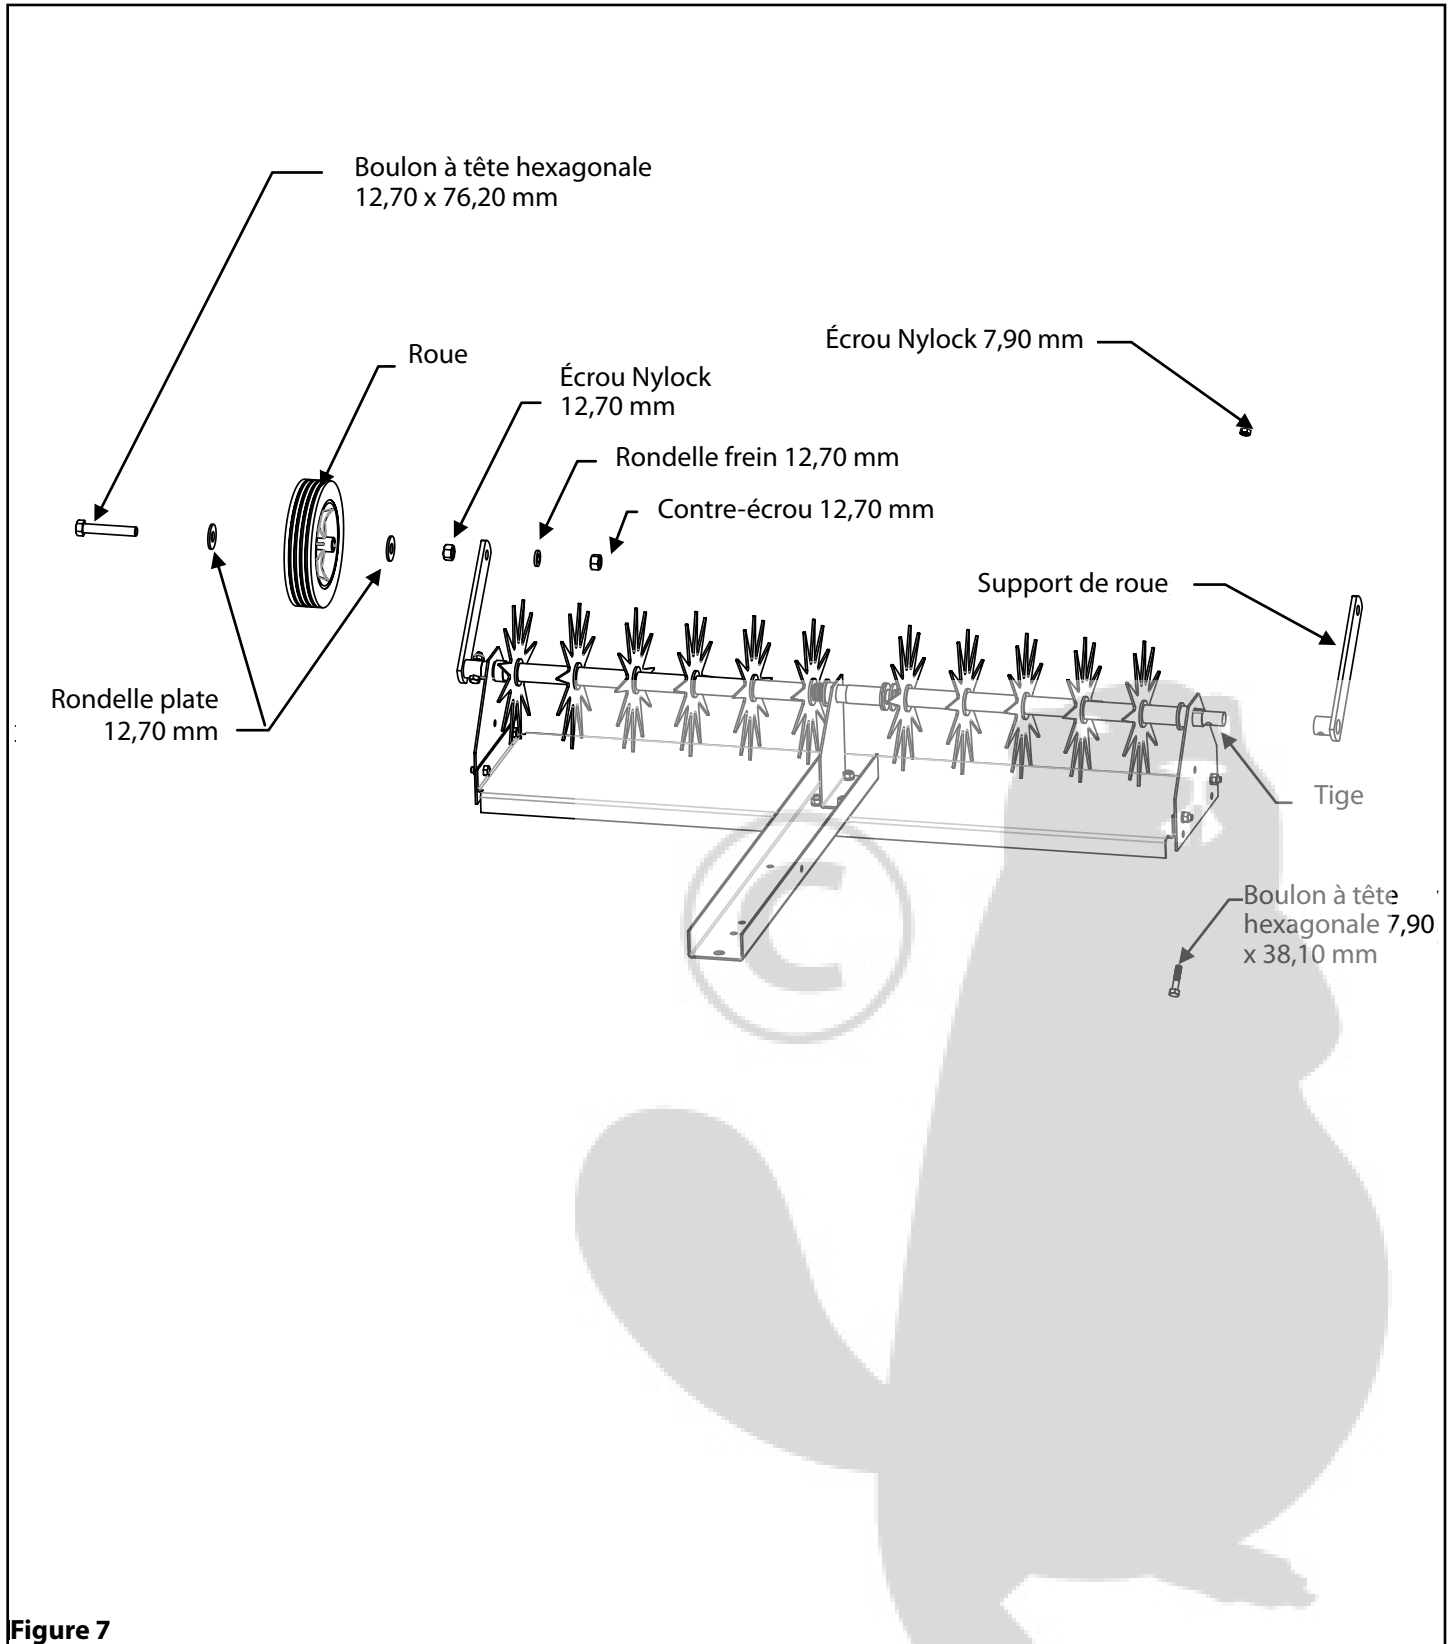

Figure 7
7. Alignez l'orifice du support de roue avec le trou de la tige. Insérez un boulon à tête hexagonale de 7,90 x 38,10 mm dans l'orifice du support de roue et de la tige. Bloquez avec un écrou Nylock de 7,90 mm. Répétez l'opération de l'autre côté. Placez une rondelle plate de 12,70 mm sur un boulon à tête hexagonale de 12,70 x 76,20 mm, suivie par une roue et ensuite une autre rondelle plate de 12,70 mm et bloquez avec un écrou Nylock de 12,70 mm (ne serrez pas de manière excessive ou la roue ne pourra pas tourner). Insérez cet ensemble dans l'orifice du support de roue, puis placez une rondelle frein de 12,70 mm sur le boulon et bloquez avec un contre-écrou de 12,70 mm. Répétez l'opération de l'autre côté. Voir Figure 7.